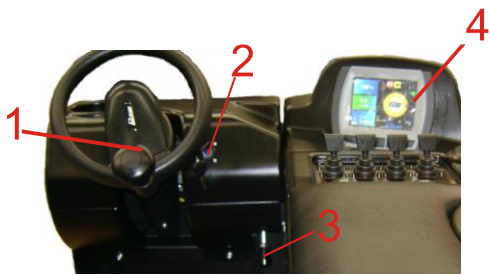

FIGURA 2
2. Selecionar o sentido de direção (frente ou ré) pelo atuador (11-FIGURA 4). Verifique no visor (4-FIGURA 2) o sentido de direção (indicado por uma seta).